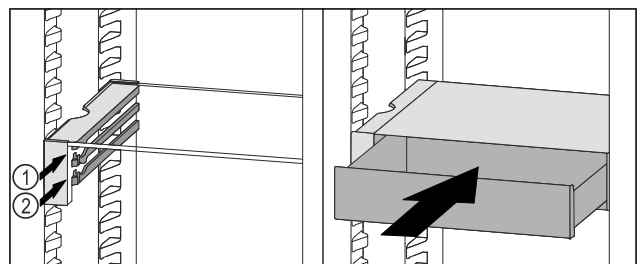

Fig. 174
- Posizionare il cassetto VarioSafe dietro i tappi sulla nervatura desiderata Fig. 174 (1) o Fig. 174 (2).